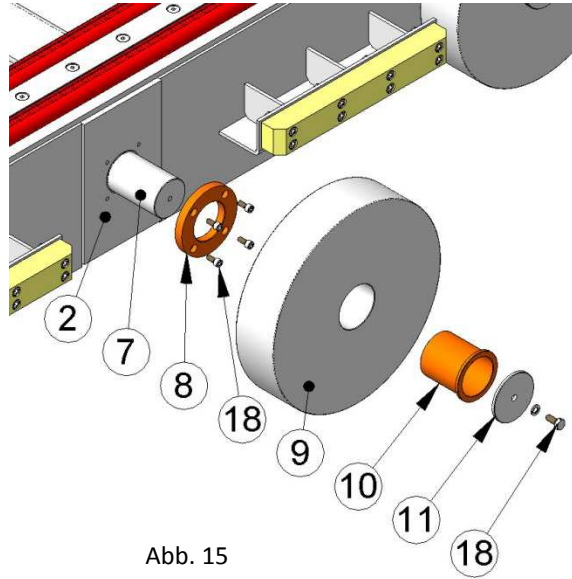

Abb. 15
**Anmerkung:** Die Nummern in Klammern beziehen sich auf die Abb. 15.